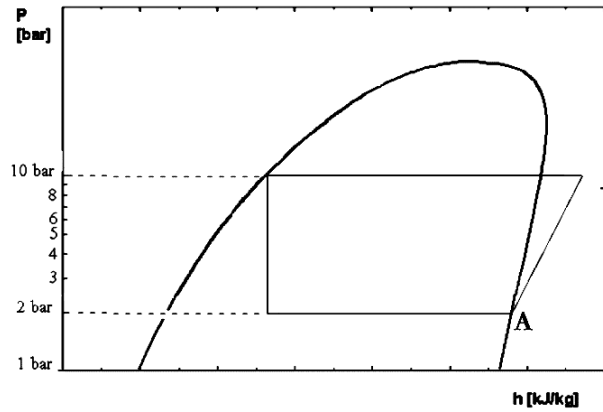

Figure 2 : allure du cycle du fluide frigorigène
Le schéma de la Figure 2 représente l'allure du cycle décrit par le fluide frigorigène dans le diagramme enthalpique dit « des frigoristes » :
4) Reproduire sommairement la Figure 2 sur la copie et y reporter les points B , C et D ainsi que le sens de parcours du cycle.